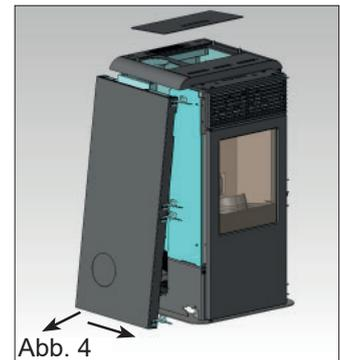

Abb. 4
- Das linke Metallseitenteil demontieren und etwa 2 cm nach vorn vom Heizofen entfernen und dabei zuerst unten und dann unter dem Oberteil herausziehen (Abb. 4).